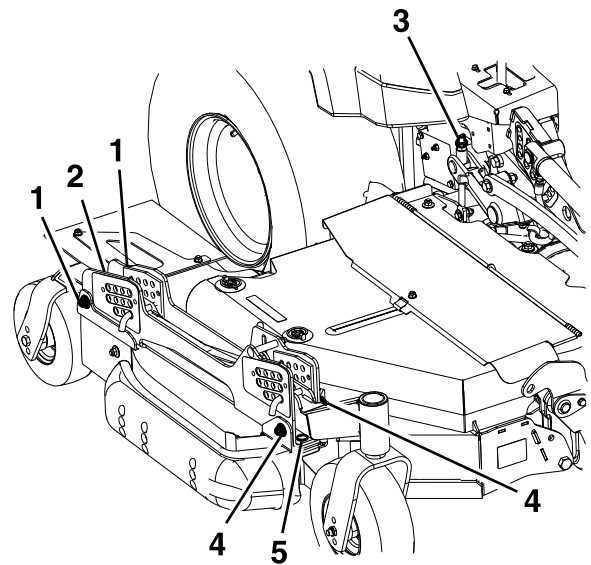

Figure 74
3. Sur les tabliers latéraux gauche et droit, la hauteur de la lame peut s'ajuster grâce à des points de réglage avant et arrière. Pour régler la hauteur d'une lame latérale, commencez par desserrer les écrous de fixation des supports de hauteur de coupe avant et arrière. Il y a quatre emplacements (deux de chaque côté du profilé), comme montré à la Figure 74.
- Si le tablier est trop bas, serrez le boulon de réglage de hauteur avant (Figure 74) en tournant l'écrou inférieur dans le sens horaire.
- Si le tablier est trop haut, desserrez le boulon de réglage de hauteur avant (Figure 74) en tournant l'écrou inférieur dans le sens antihoraire. Ajustez précisément les dispositifs de réglage arrière au besoin.
Réglez la hauteur de la roue arrière (Figure 74) de sorte qu'elle touche légèrement le sol, avec une pression minimale.
4. Mesurez l'arrière des lames latérales. Si l'une ou l'autre présente une inclinaison de moins de 1,5 mm (1/16 po), élevez l'arrière du tablier en serrant les réglages arrière gauche et droit (Figure 74) jusqu'à ce que les quatre lames présentent une inclinaison minimale de 1,5 mm (1/16 po). Réglez les roues arrière latérales de sorte qu'elles touchent légèrement le sol, avec une pression minimale. Serrez les quatre emplacements de fixation des supports arrière (Figure 74).